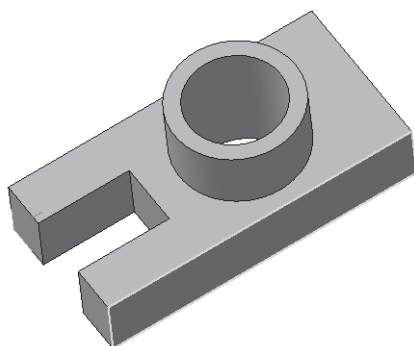

Рис. 306
- щелчком ЛКМ укажите боковую грань (зеленая) для последующих построений (рис. 306);